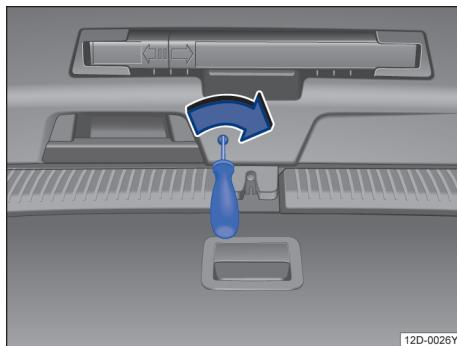

图 57 行李厢盖应急解锁
- 用长型工具插入槽口沿箭头方向拨动行李厢盖应急解锁装置→图 57，同时将行李厢盖向外推，直到其打开。